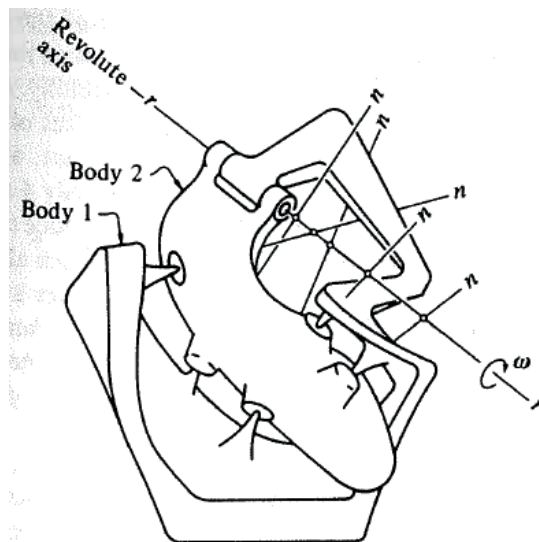

Figura 2: Seriale 1R in contatto con l'ambiente.
- 2) Con riferimento alla Figura 2 e considerando contatti ideali senza attrito, si discuta la capacità dell'attrezzatura Body 1, nella configurazione rappresentata, di impedire il movimento del Body 2. (Le normali  $n$  nei contatti non sono necessariamente ortogonali all'asse  $r$ ).